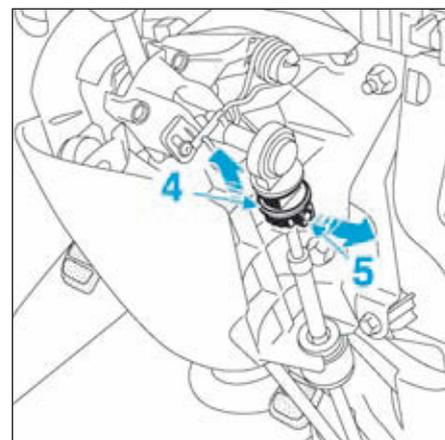

FIG.52
- Soulever la bague (4) et déverrouille le clip orange (5) (Fig.52).